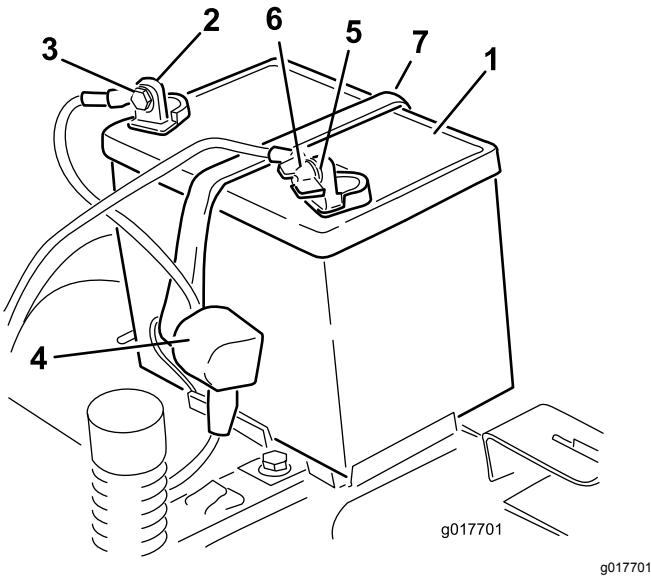

Figure 52
- Débranchez le câble négatif (noir) de mise à la masse de la borne de la batterie (Figure 52).
6. Débranchez le câble positif (rouge) de la borne de la batterie (Figure 52).
7. Déposez la barrette de maintien de la batterie (Figure 52) et soulevez la batterie de son support.
1. Placez la batterie sur son support (Figure 52).
5. Fixez la batterie en place à l'aide de la sangle de maintien (Figure 52).